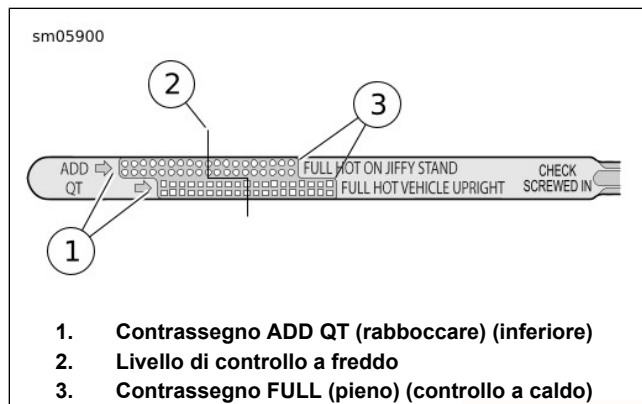

Figura 49. Astina di livello dell'olio motore
3. Vedere Figura 49. Estrarre l'astina di livello e controllare il livello dell'olio. Il livello corretto dell'olio deve trovarsi a metà (2) tra i segni FULL (pieno) e ADD (aggiungere) sull'astina di livello.
4. Vedere Figura 49. Estrarre l'astina di livello e controllare il livello dell'olio. Il livello dovrebbe essere tra i contrassegni ADD (aggiungere) (1) e FULL (pieno) (3). Aggiungere solo l'olio necessario per raggiungere il contrassegno FULL (pieno) sull'astina di livello. Non rabboccare eccessivamente.